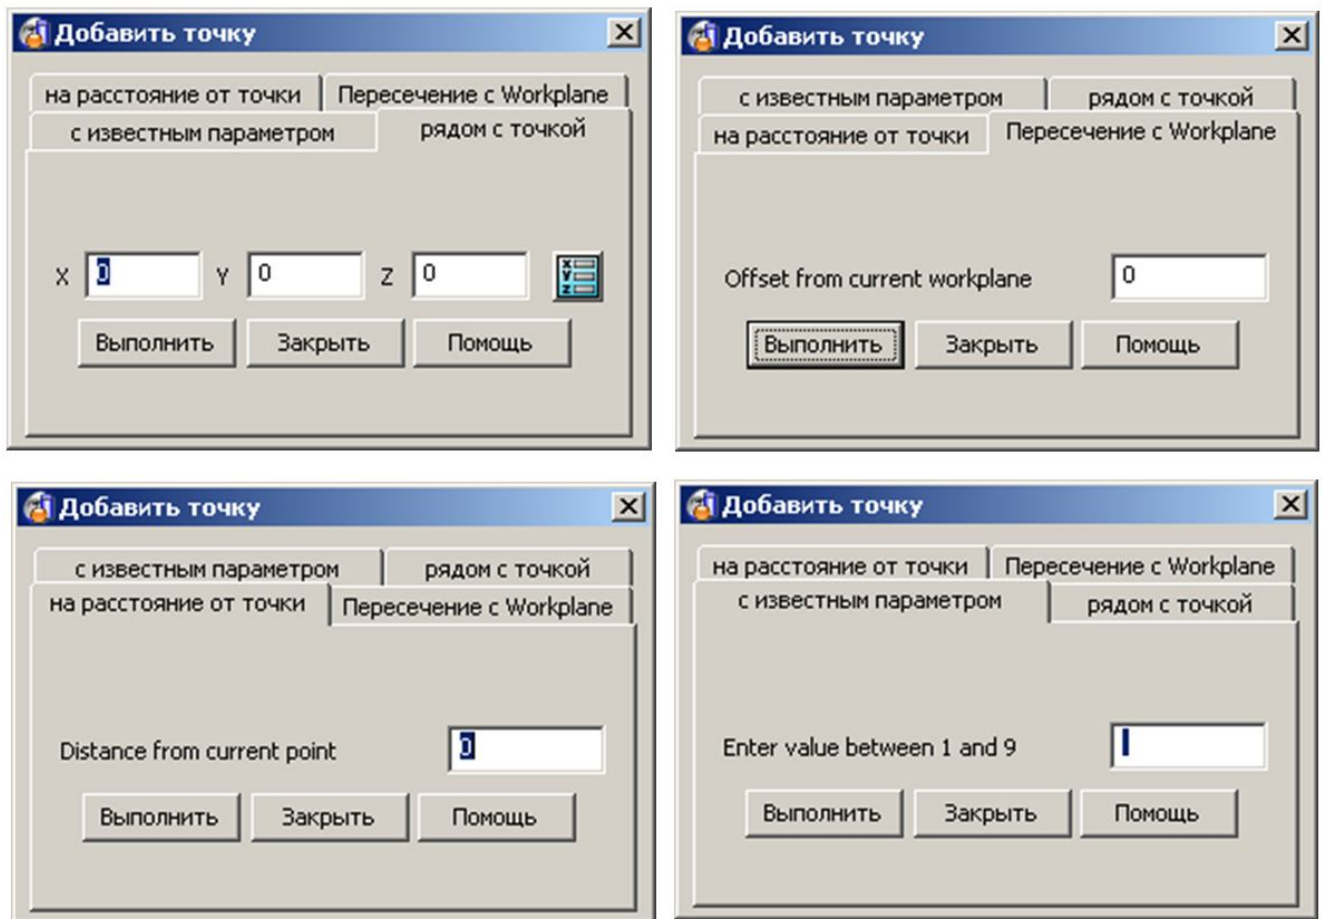

Рис. 5.6 Вікно додавання точки
- *На відстані від точки* - створює нову точку на вказаній відстані від обраної точки вздовж кривої. Якщо на кривій немає обраної точки, використовується точка 1. (рис. 5.6)